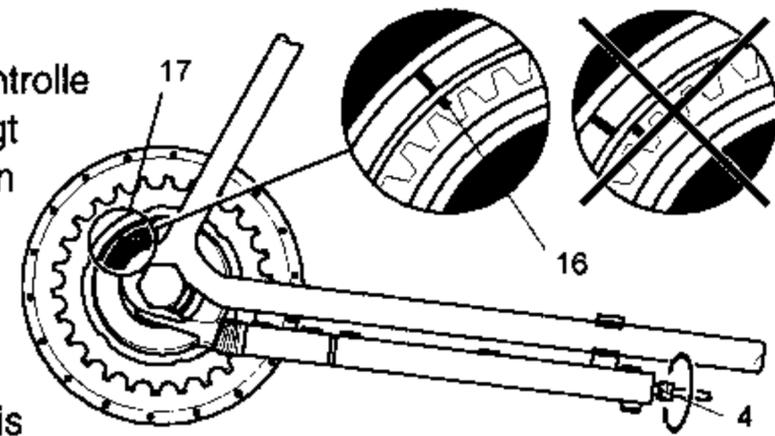

Bild 17
- Im 6. Gang müssen die Einstellmarkierungen deckungsgleich sein - bei Bedarf die Einstellschraube (4) drehen, bis sich die farbigen Einstellmarkierungen (16) im Sichtfenster (17) der Nabe decken.
- Diese Einstellung von Zeit zu Zeit kontrollieren und ggf. nachjustieren. (Bild 17).